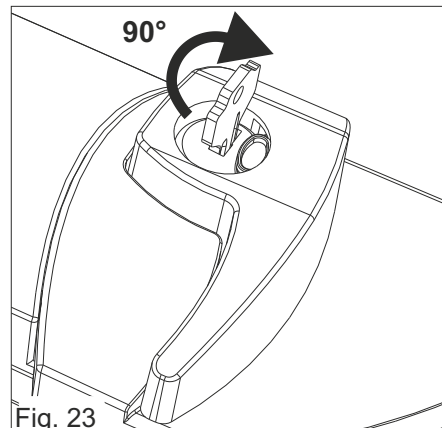

Fig. 23
- 2) Insérez la clé de déverrouillage et tournez à 90 ° dans le sens des aiguilles d'une montre (Fig. 23)